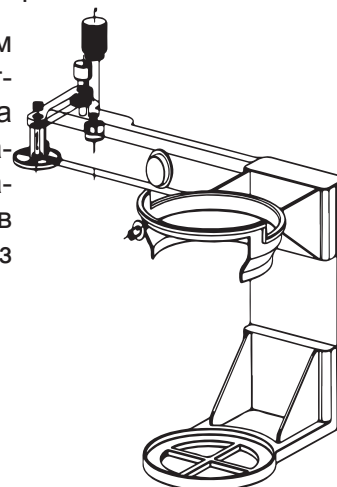

Рисунок 35
3.4.7 Держатель стаканов (см.рис.35)
Держатель стаканов (см.рис.35) установлен на шарнир механической руки. При выборе напитка, стакан попадает в держатель стаканов, сахар и размешиватель попадают в стакан, затем держатель стаканов задвигает стакан внутрь корпуса автомата для безопасного приготовления напитка.